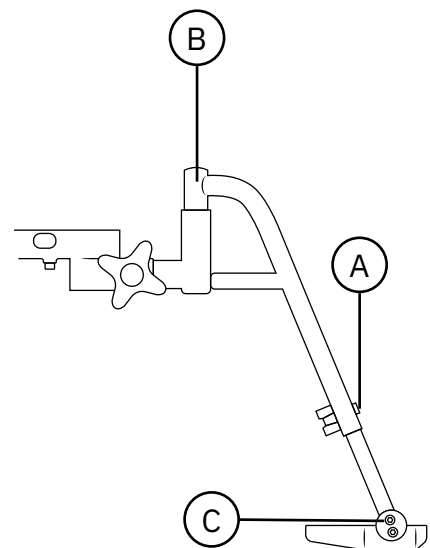

Abb. 5.56. Cross-Beinstütze.
Die Cross-Beinstützen sind ohne Werkzeug abnehmbar und können zur Seite weggedreht werden. Die Beinstützen sind in der Höhe (A), im Winkel der Beinstütze (B) und im Winkel des Fußbretts (C) einstellbar, siehe Abb. 5.56.